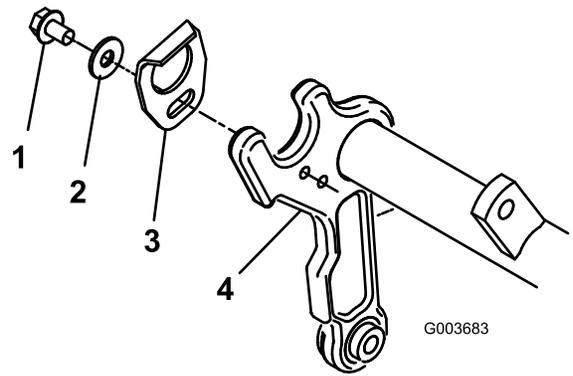

**Figura 4**
2. Utilize Figura 3 ou Figura 4 para determinar os locais em que os guias do cesto (vermelho) ou suportes do cesto (preto) têm de ser montados nas estruturas da carroçaria.
**Nota:** Figura 3 aplica-se a Reelmaster série 5210/5410/5510/5610. Figura 4 aplica-se a Reelmaster série 3550 e 5010-H.